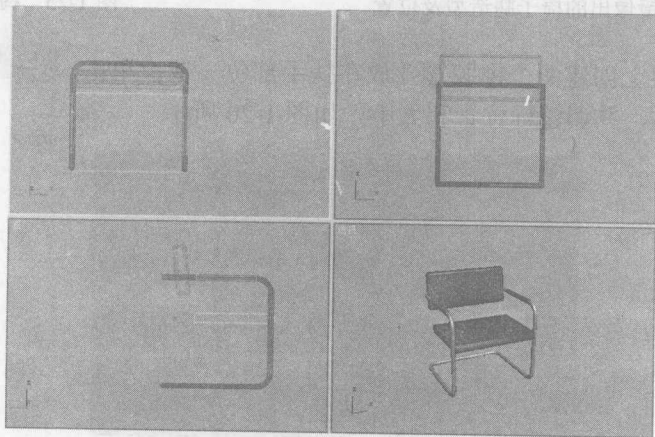

图 1-29 创建的椅子模型
(14) 至此, 椅子的模型制作完毕。最终效果如图 1-29 所示。